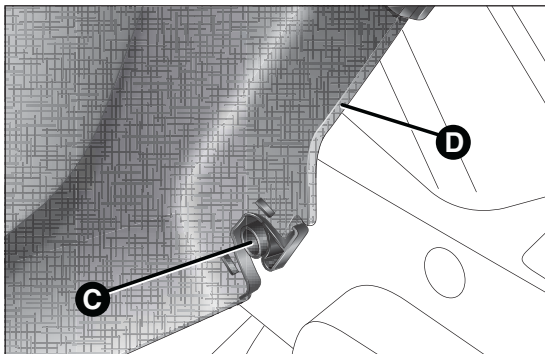

fig. 54
- ❑ soltar los pernos C fig. 54 situados en el exterior de la repisa, y luego desmontar la bandeja D tirando de ella hacia afuera;